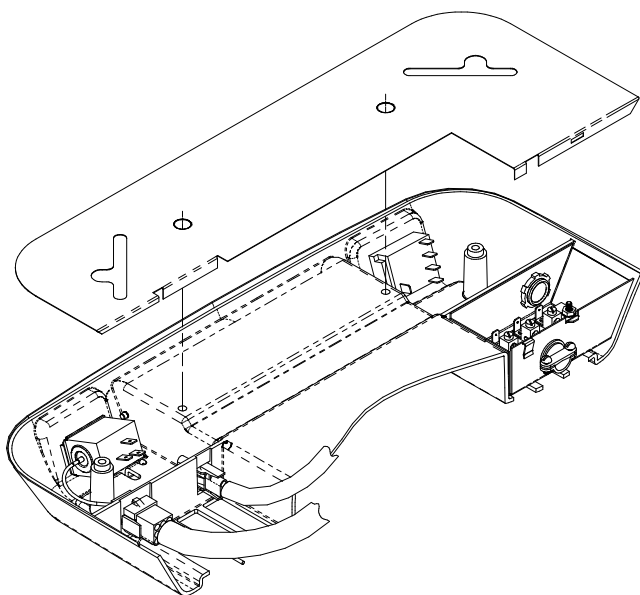

FIGURE 2
3. Brancher la conduite électrique du climatiseur de toit dans la prise à 9 positions située du côté thermostat de l'ensemble de plafond (voir figure 2).